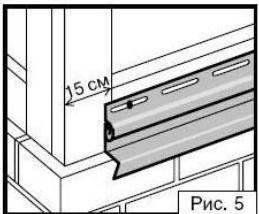

Рис. 5
- Сливная планка служит для отвода дождевой воды от окон (рис. 5).